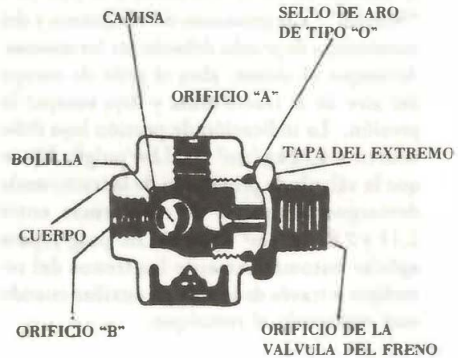

Fig. 4- Válvula de paso de dos direcciones (Vista transversal)
- 1º Desmonte la tapa del extremo y el sello de aro de tipo "O" del cuerpo (fig. 4).